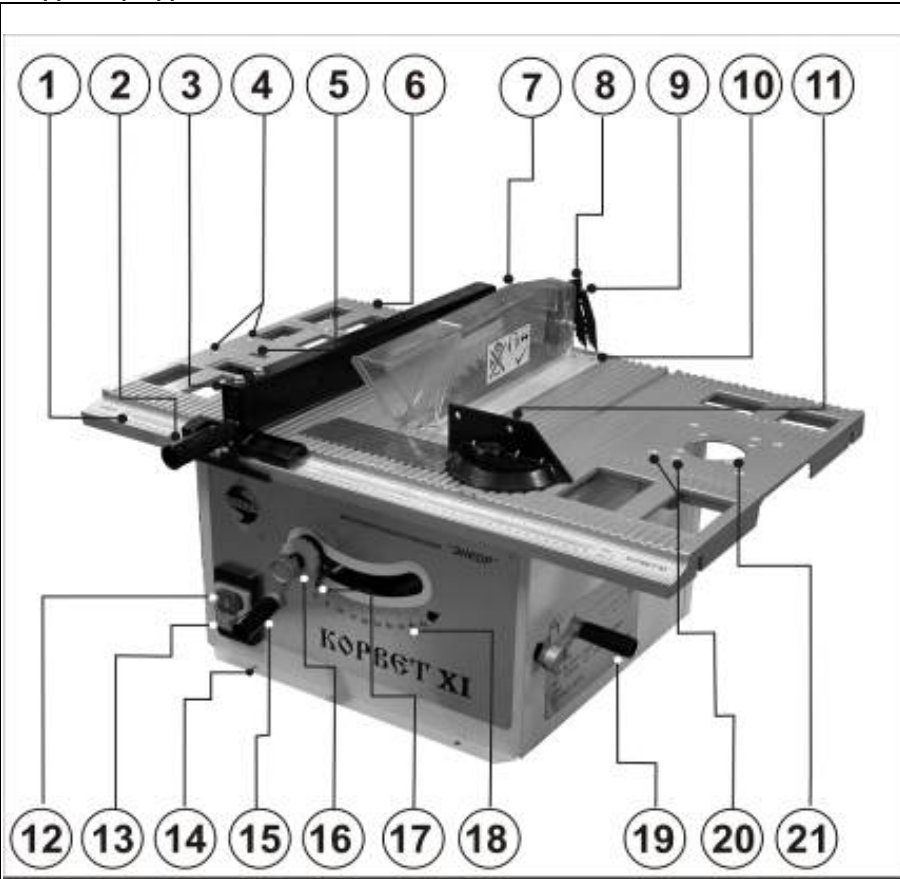
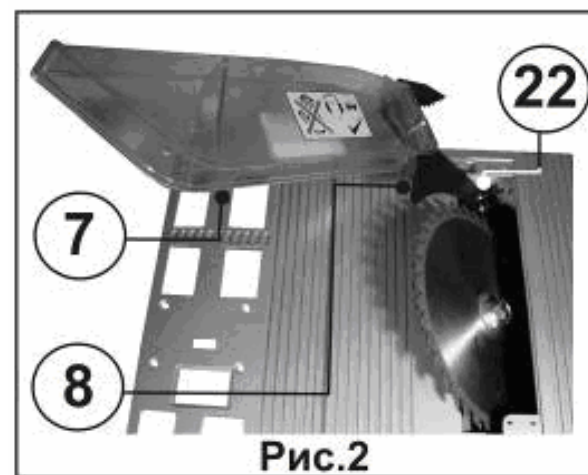

Рис.1
Рис.2
8.1. Установка рукояток регулировки подъема пильного диска и установки угла наклона (Рис.1)
8.2. Установка защитного кожуха с расклинователем и антиотбрасывателем (Рис.2)
8.2.1. Снимите центральную защитную пластину (10), выкрутив 4 крепежных винта, Рис.1.
8.2.2. С помощью рукояток (15) и (19), Рис.1, приведите пильный диск в положение, показанное на Рис.2.
8.2.4. Закрепите защитный кожух (7) на расклинователе (8), как показано на Рис.2.
9.2. Просверлите четыре отверстия на ровной и горизонтальной поверхности верстака и болтами с шайбами (не поставляются) закрепите пилу через отверстия (14) к поверхности верстака, Рис.1.
10. ОРГАНЫ УПРАВЛЕНИЯ (Рис.1)
10.1. Электромагнитный выключатель (Рис.1).
10.2. Рукоятка подъема пильного диска, Рис. 1.
10.3. Рукоятка наклона пильного диска, Рис. 1.
10.4. Фиксатор угла наклона пильного диска, Рис. 1.
10.5. Расклинователь и антиотбрасыватель, Рис. 1.
10.6. Параллельный упор, Рис. 1.
10.7. Упор для косоугольного и поперечного пиления, Рис. 1.
- опустите пильный диск ниже уровня стола вращением рукоятки (15), Рис.1;
- ослабьте четыре винта (25) крепления блока электродвигателя и сместите блок так, чтобы пильный диск стал в требуемую позицию;